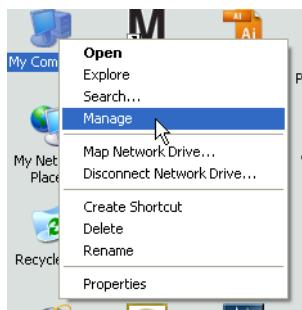

Рис. 53
- a. Щелкните правой кнопкой по значку «Мой компьютер» на рабочем столе; выберите «Управление» (Рис. 53).